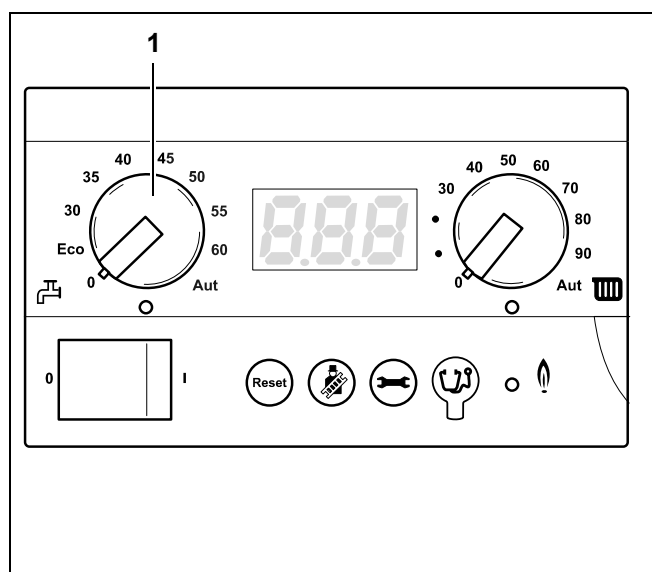

Рис. 18 Главный регулятор ВС10
- Ручкой управления "Заданная температура горячей воды" (рис. 18, поз. 1) устанавливается нужная температура горячей воды в баке-водонагревателе (см. таб. 2).